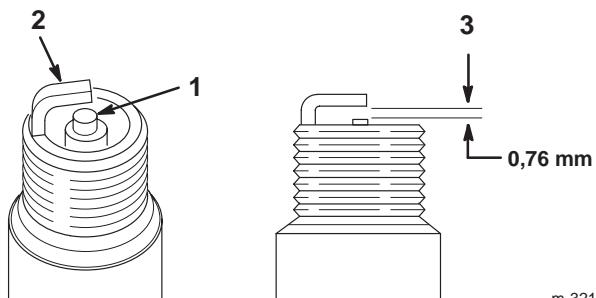

Figure 24
1. Inspectez le centre des bougies (Fig. 24). Si le bec de l'isolateur est recouvert d'un léger dépôt gris ou brun, le moteur fonctionne correctement. S'il est couvert d'un dépôt noir, c'est généralement signe que le filtre à air est encraslé.
2. Contrôlez l'écartement entre l'électrode centrale et l'électrode latérale (Fig. 24). Courbez l'électrode latérale (Fig. 24) si l'écartement est incorrect.